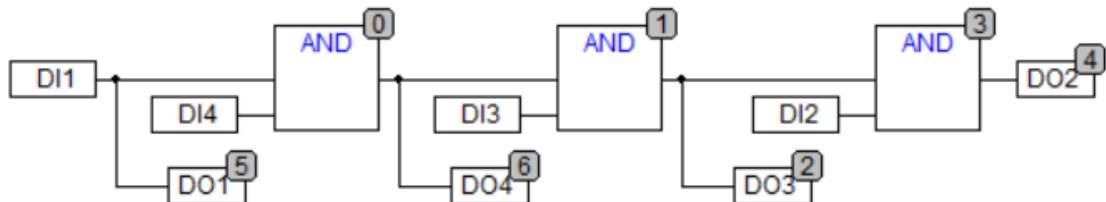

Рис. 24. Реализация практического задания №1 на языке CFC для ПЛК
- Реализация на языке CFC. Для реализации данного алгоритма необходимо написать программу, представленную на рис. 24.